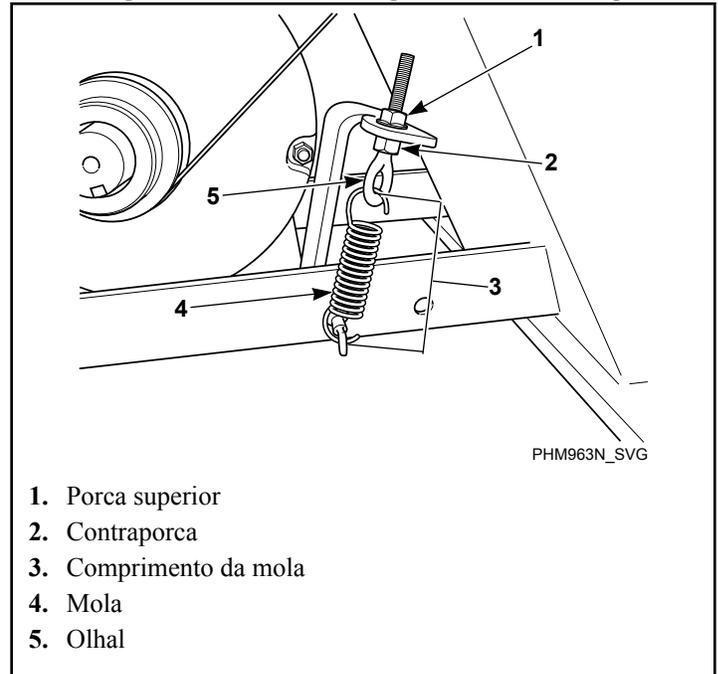

Figura 53
**NOTA: A polia de cesto deve ser girada três (3) voltas completas antes de determinar a tensão da correia após cada ajuste.**
- **Medidor de frequência.** Aperte a porca superior do olhal até que a frequência correta (consulte a *Tabela 6*) chegue à amplitude média. Aperte a contraporca no suporte da mola a 20,6 ± 2 pés-lb. Consulte a *Figura 53*.
- **Medidor de tensão.** Aperte a porca superior do olhal até que a bitola da correia adequada (consulte a *Tabela 6*) chegue à amplitude média. Aperte a contraporca no suporte da mola a 20,6 ± 2 pés-lb. Consulte a *Figura 53*.
- **Comprimento da mola.** Aperte a porca superior do olhal até que a mola apresente a medida correta da distância entre os ganchos. Consulte *Tabela 41*. Aperte a contraporca no suporte da mola a 3 kgf (20,6 ± 2 pés-lb). Consulte *Figura 53*.
- **Mantenha a tensão durante a remoção da correia.** Se a tensão adequada for alcançada, prenda a contraporca em sua posição e afrouxe a porca superior do olhal para liberar a correia. Substitua a correia e aperte novamente a porca superior do olhal na posição da contraporca. Consulte a *Figura 53*.